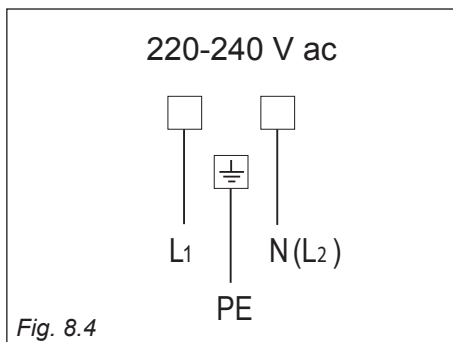

Fig. 8.4
- Il nuovo cavo di alimentazione, di tipo e sezione adeguate, va allacciato alla morsettieria secondo lo schema fig. 8.4.